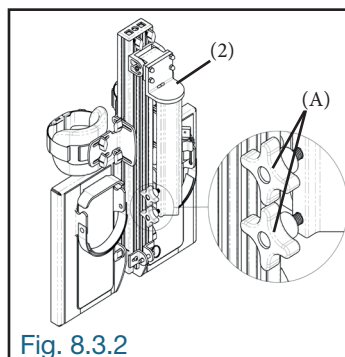

Fig. 8.3.2
8.3.2 Dévisser légèrement les boutons (A) du châssis (2) (Fig. 8.3.2).